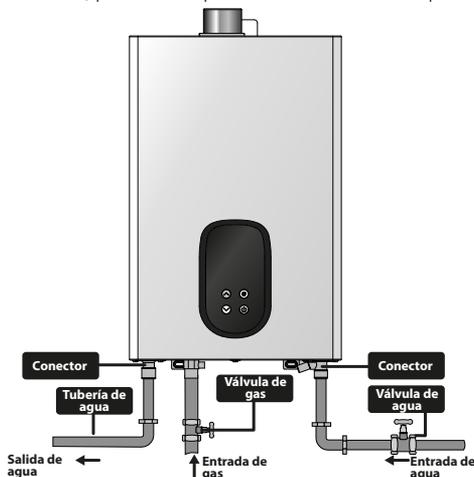

Figura 5.
- La tubería de alimentación del gas deberá tener una llave de paso, entre 10 o 20 cm del extremo inferior del calentador, para interrumpir el suministro de gas de manera rápida y segura el flujo de gas al calentador. Este deberá estar accesible para su manejo. **(Ver figura 5).**